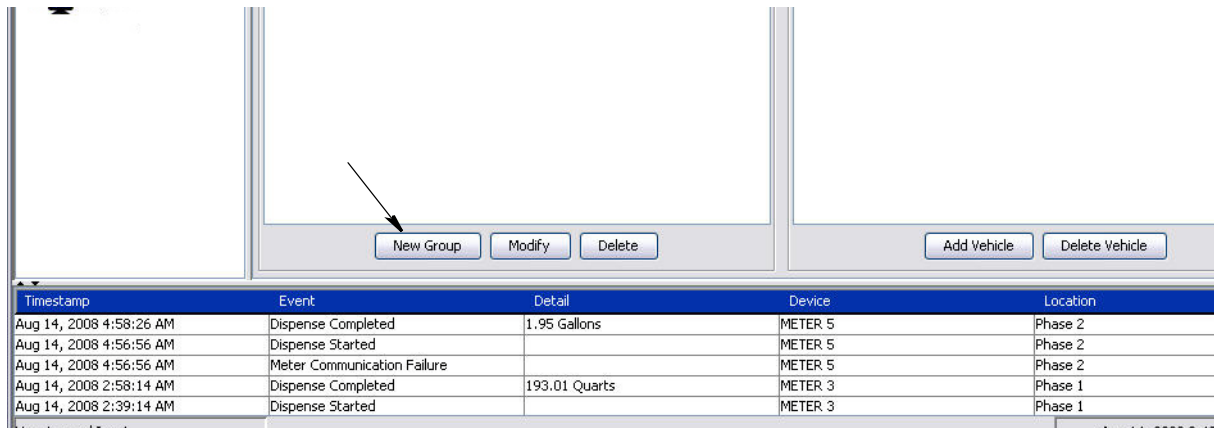

Рис. 151
- Чтобы создать новую «Vehicle Group» [Группу транспортных средств], нажмите кнопку «New Group» [Создать группу] (Рис. 151).